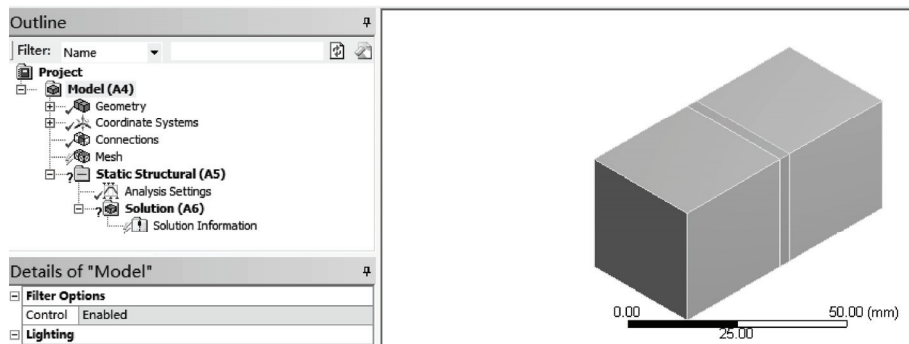

图 17-9 分析项目树结构图
1) 双击主界面项目管理区项目 A 中的 A4 栏 Model 项, 进入 Mechanical 界面, 查看分析项目树结构图如图 17-9 所示, 在该界面下即可进行网格的划分、分析设置、结果查看等操作。导入的模型中间部分为仿真垫片材料。